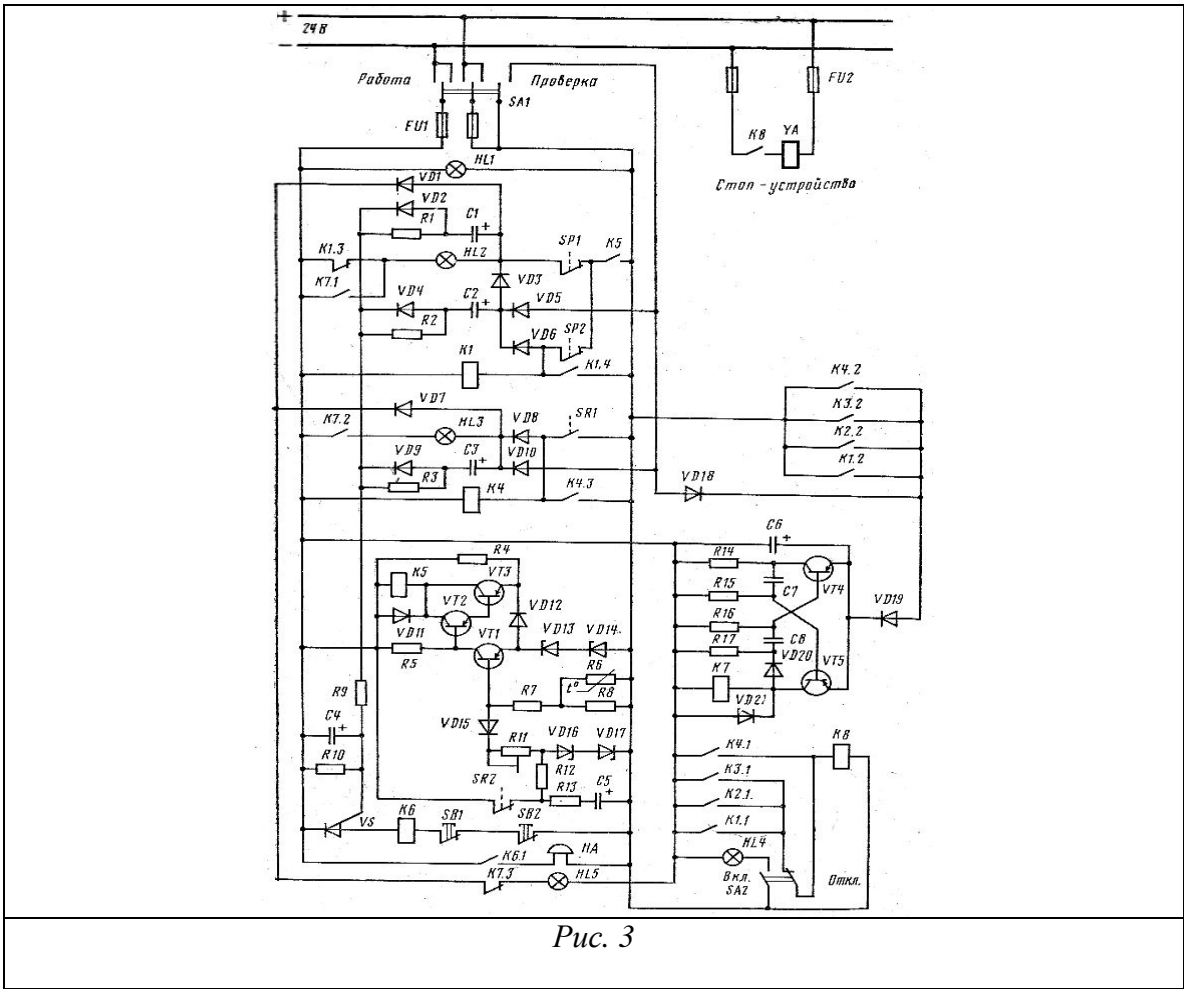

Рис. 3
3. Назвать элементы и назначение в схеме СПАС-30, принцип работы схемы в аварийных ситуациях с главным двигателем (рис.3)